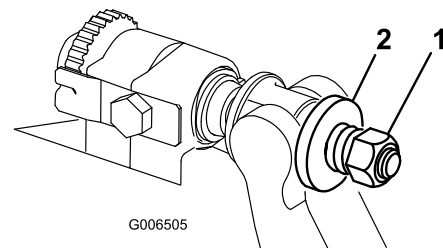

Bild 22
3. Ziehen Sie die Federspannungsmutter an, bis die Feder zusammengedrückt ist, drehen Sie sie dann eine 1/2 Umdrehung heraus (Bild 22).